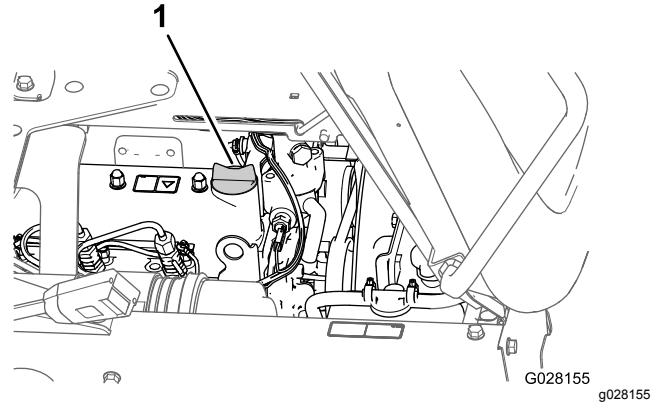

Figure 72
et versez avec précaution environ 80 % de la quantité d'huile spécifiée dans le goulot de remplissage (Figure 72).
8. Remettez le bouchon de remplissage d'huile dans le goulot de remplissage (Figure 72).